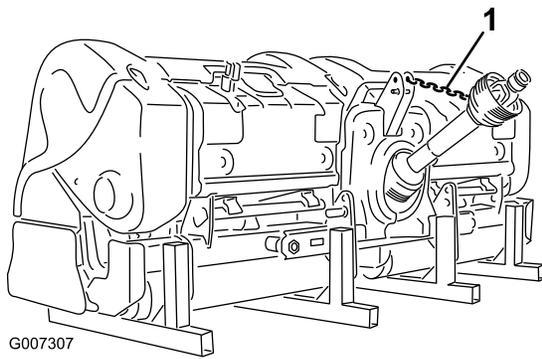

Bild 44
12. Befestigen Sie den Zapfwellengurt am Zapfwellenschutzblech, damit die Zapfwelle keinen Bodenkontakt hat (Bild 44).